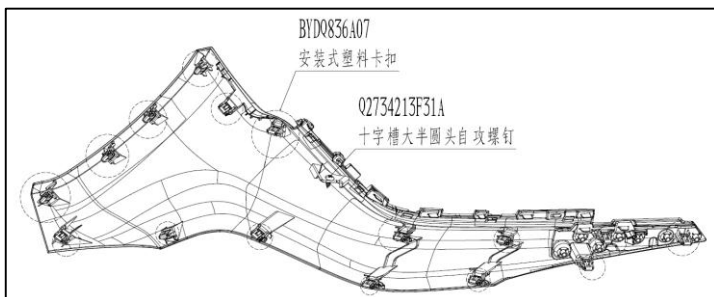

图 1.6.6 副仪表板右上饰板总成
出。如图 1.6.6 所示。
- (3) 用一字螺丝刀沿副仪表板右上饰板最后端(靠近扶手处)安装点撬启一条能放下手指的缝隙,然后双手伸入握着左上饰板将 16 个塑料卡扣依次拔出。如图 1.6.6 所示。
- (4) 副仪表板右上饰板总成的安装:先将副仪表板右上饰板的卡扣和下本体的卡扣开孔一一对应,然后再和副仪表的卡扣开孔一一对应,用适当的力依次把各卡脚全部拍入,使之安装到位,同时确保外观要求。